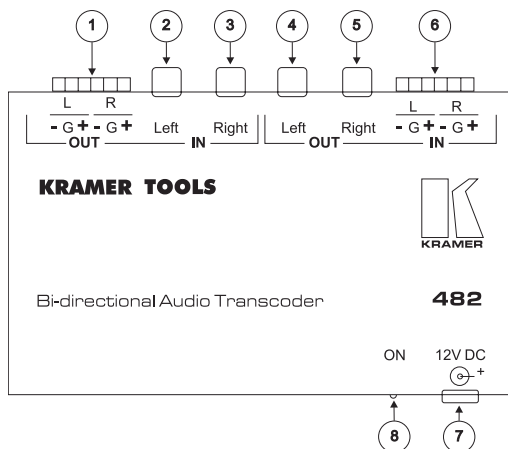

Рис. 1. Двунаправленный аудиотранскодер модели 482
На рис. 1 и в табл. 1 представлены органы управления и разъемы *двунаправленного транскодера модели 482*.
2. Подключите выход источника питания к разъему питания (поз. 7 на рис. 1) и источник питания к электросети.